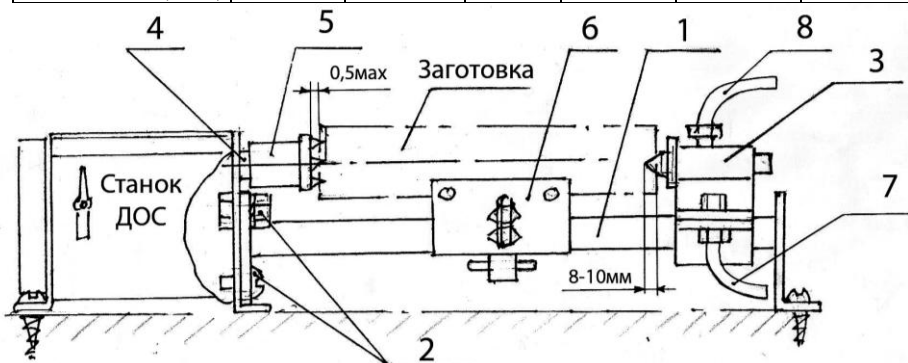

Рис. 12.
4.8. Токарные операции (см. Рис.12 и Инструкцию по установке токарной приставки ТП-5, ТП-6 к станкам типа ДОС).
- Установить токарную приставку (1), закрепив ее болтами (2) к стенке корпуса станка и выдерживая соосность «вал (4) - задний центр (3)»;
- Навернуть на вал (4) поводковый патрон (5) до упора. Зажать заготовку между поводковым патроном (5) и задним центром (3), надежно сцентрировав ее;
- Установить подвижный суппорт (6) в нужное положение;
- Опирая режущий инструмент о площадку суппорта (6) производить точение.